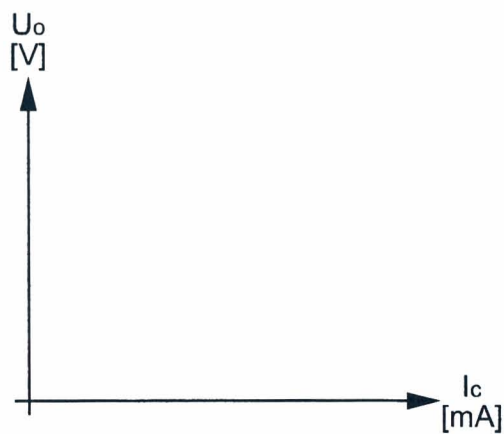

Fig. 9.3
16. representar en la Fig. 9.3 la curva característica voltaje – corriente del divisor de voltaje;